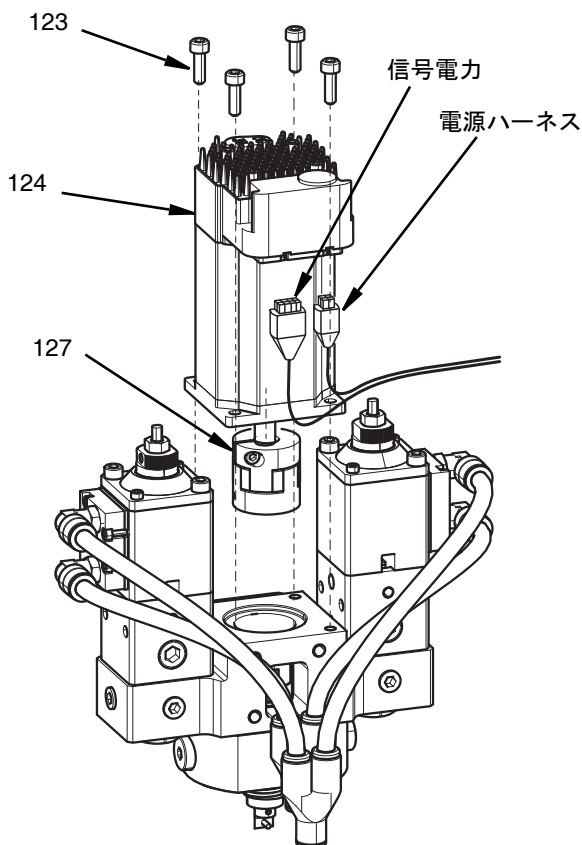

図 35
5. 4 つの M5 x 16 ネジ (123) を 4mm 六角レンチで取り除いてください。
6. モーター (124) を外します。図 35 を参照してください。